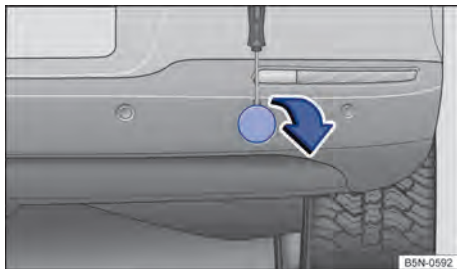

Fig. 255 No para-choque traseiro à direita: capa de cobertura para o alojamento da argola de reboque.
O alojamento da argola de reboque rosqueável está localizado à direita do para-choque traseiro, atrás de uma cobertura ⇒ **Fig. 255**. Em *veículos com dispositivo de reboque instalado de fábrica*, atrás da cobertura **não** há um alojamento para a argola de reboque rosqueável. Para rebocar, girar a rótula de engate para fora e utilizá-la ⇒ **Página 157**, ⇒ .
- Levantar cuidadosamente a capa de cobertura no sentido da seta ⇒ **Fig. 255**. Para isso, poderá ser necessário um esforço um pouco maior. Deixar a cobertura suspensa.